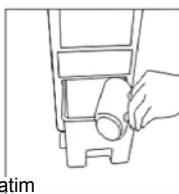

fig.2
4. Puxe o depósito de água para cima e para fora cerca de 10 cm para bloquear e encha com água (conforme mostrado na fig. 2).